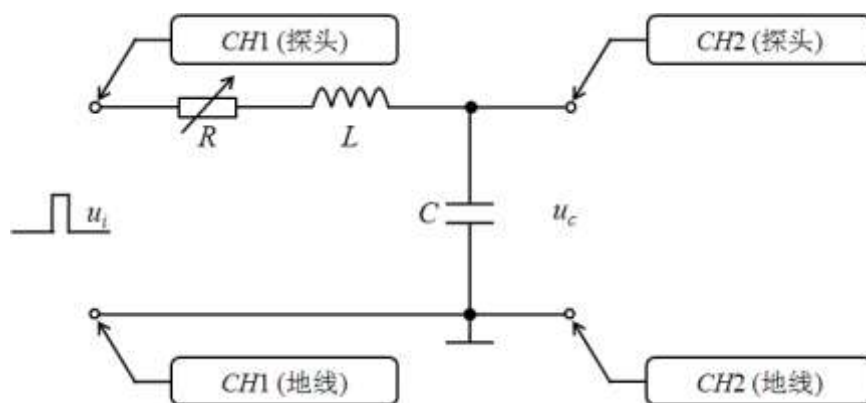

图 4.4
1) 测试电路如图 4.4 所示,  $R$  为变阻箱, 电容  $C = 0.01\mu\text{F}$ , 电感  $L = 2.7\text{mH}$ 。